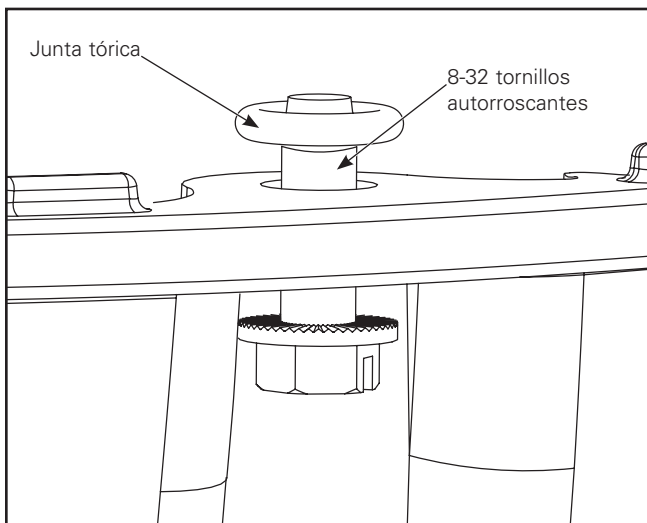

Figura 1.
1. Inserte los tornillos autorroscantes de 8-32 x 1/2" provistos, en los orificios de montaje. Coloque juntas tóricas de 1/8" sobre las roscas de los tornillos para sujetar los tornillos dentro del refractor. (Figura 1.)